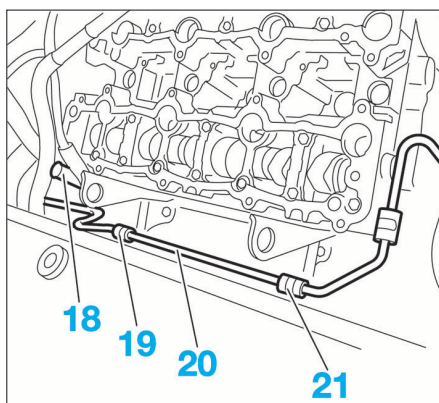

FIG. 73
- le tendeur dynamique (15).
- la platine support galet (16).
- les vis de fixation des brides (19) et (21) (Fig.73).